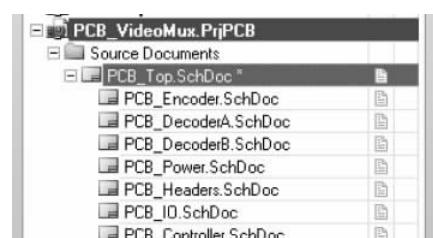

图 1-6 层次原理图文件结构
(6) 层次性原理图简要说明
① 执行“文件”→“打开”菜单命令,浏览到“* :\Program Files\Altium2004\Examples\Reference Designs\VideoMultiplexer”下的 PCB_VideoMux. PrjPCB 项目文件,双击打开该文件,其下含有 7 个子原理图,如图 1-6 所示。